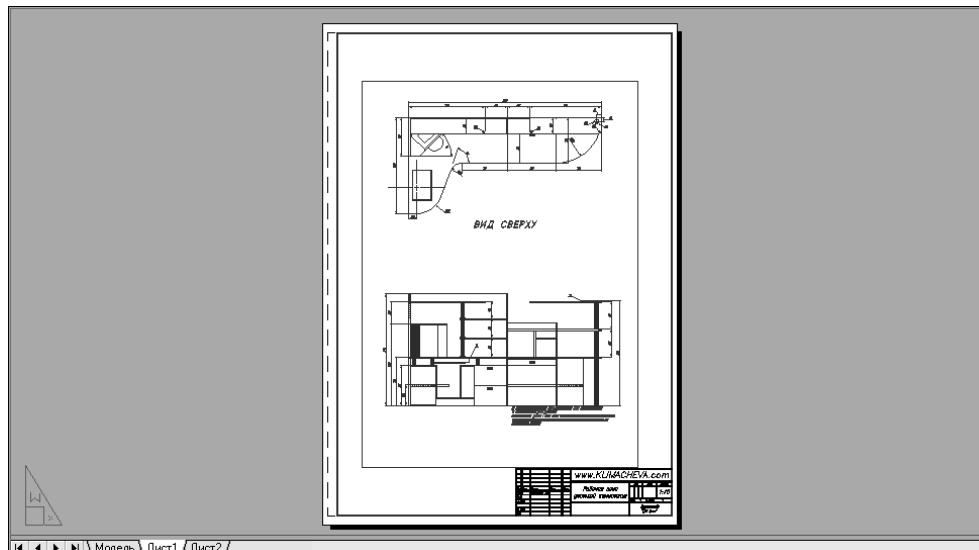

Рис. 13.13. Основная надпись на листе компоновки после масштабирования
12. В следующем приглашении AutoCAD предложит задать масштаб. Введите **0.1**. Выполнение команды **Масштаб** (SCALE) автоматически завершится, а основная надпись приобретет нужный размер (рис. 13.13).